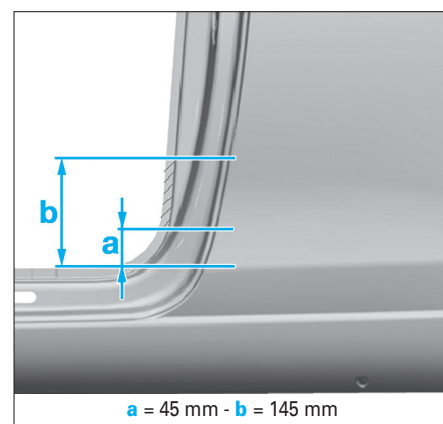

FIG. 131
- Repérer, sur le panneau latéral, la zone dans laquelle il ne faut pas souder pour des raisons de sécurité (Fig.131).